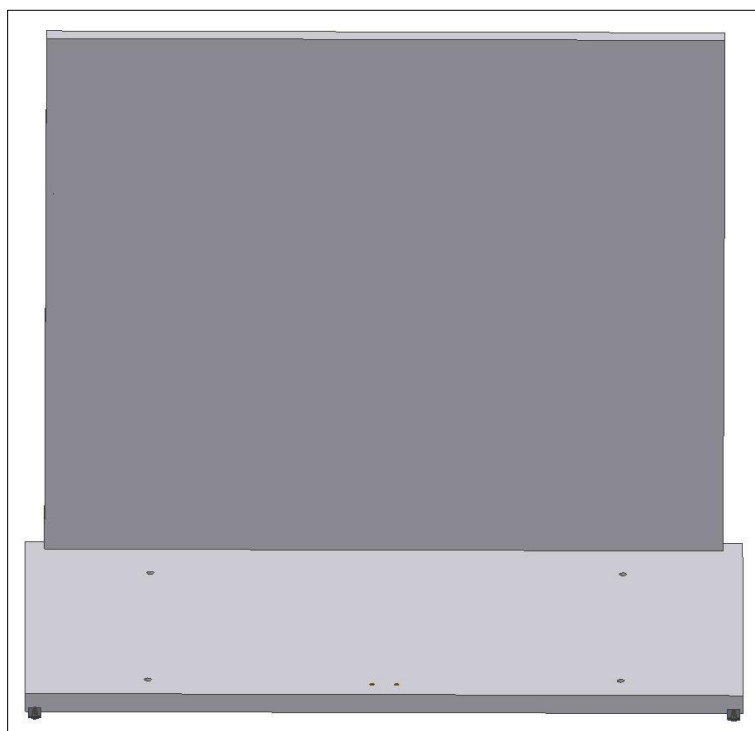

Fig. 3
- Fixer le **panneau arrière** au panneau du fond et serrer (Fig.3);